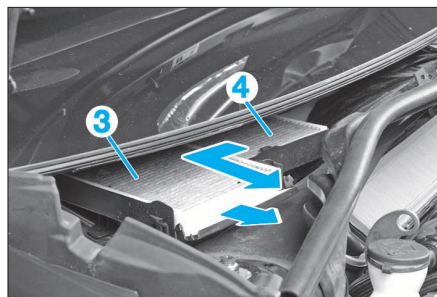

FIG. 3
- Extraire en premier lieu le filtre (3), puis le filtre (4), suivant le cheminement indiqué (Fig.3).